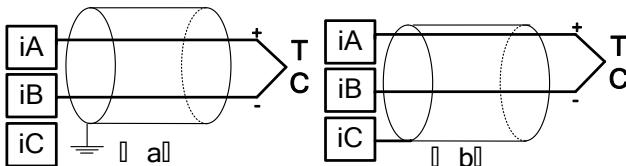

图 4-2-10 热电偶输入接线方法
(2) 热电偶传感器：热电偶传感器输入（如 K 型）为两线制接线方式，建议采用 0.5mm^2 规格的双芯屏蔽补偿导线，将热电偶传感器的正极和负极分别连接到 iA 端子和 iB 端子。屏蔽端可以连接电源地，如图 4-2-10 (a) 所示。也可以连接控制器的测量地 iC 端子上，如图 4-2-10 (b) 所示。